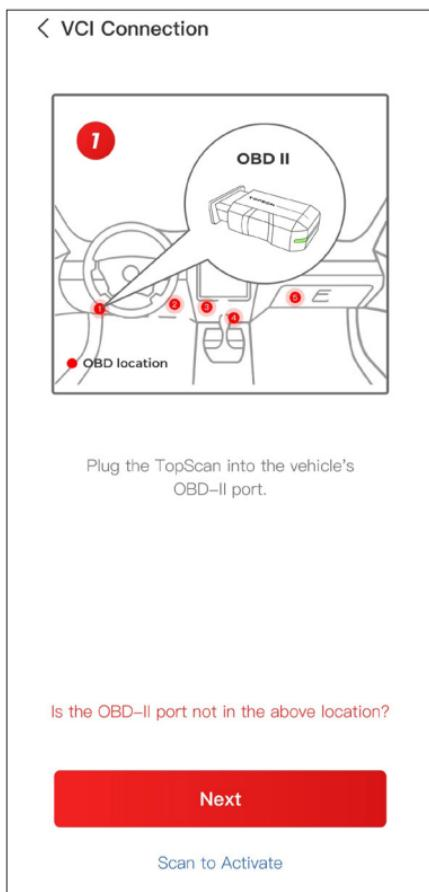

Рисунок 3-4
② Запустите двигатель автомобиля в соответствии с указаниями на интерфейсе с инструкциями. Затем нажмите **Далее** (см. Рисунок 3-4).